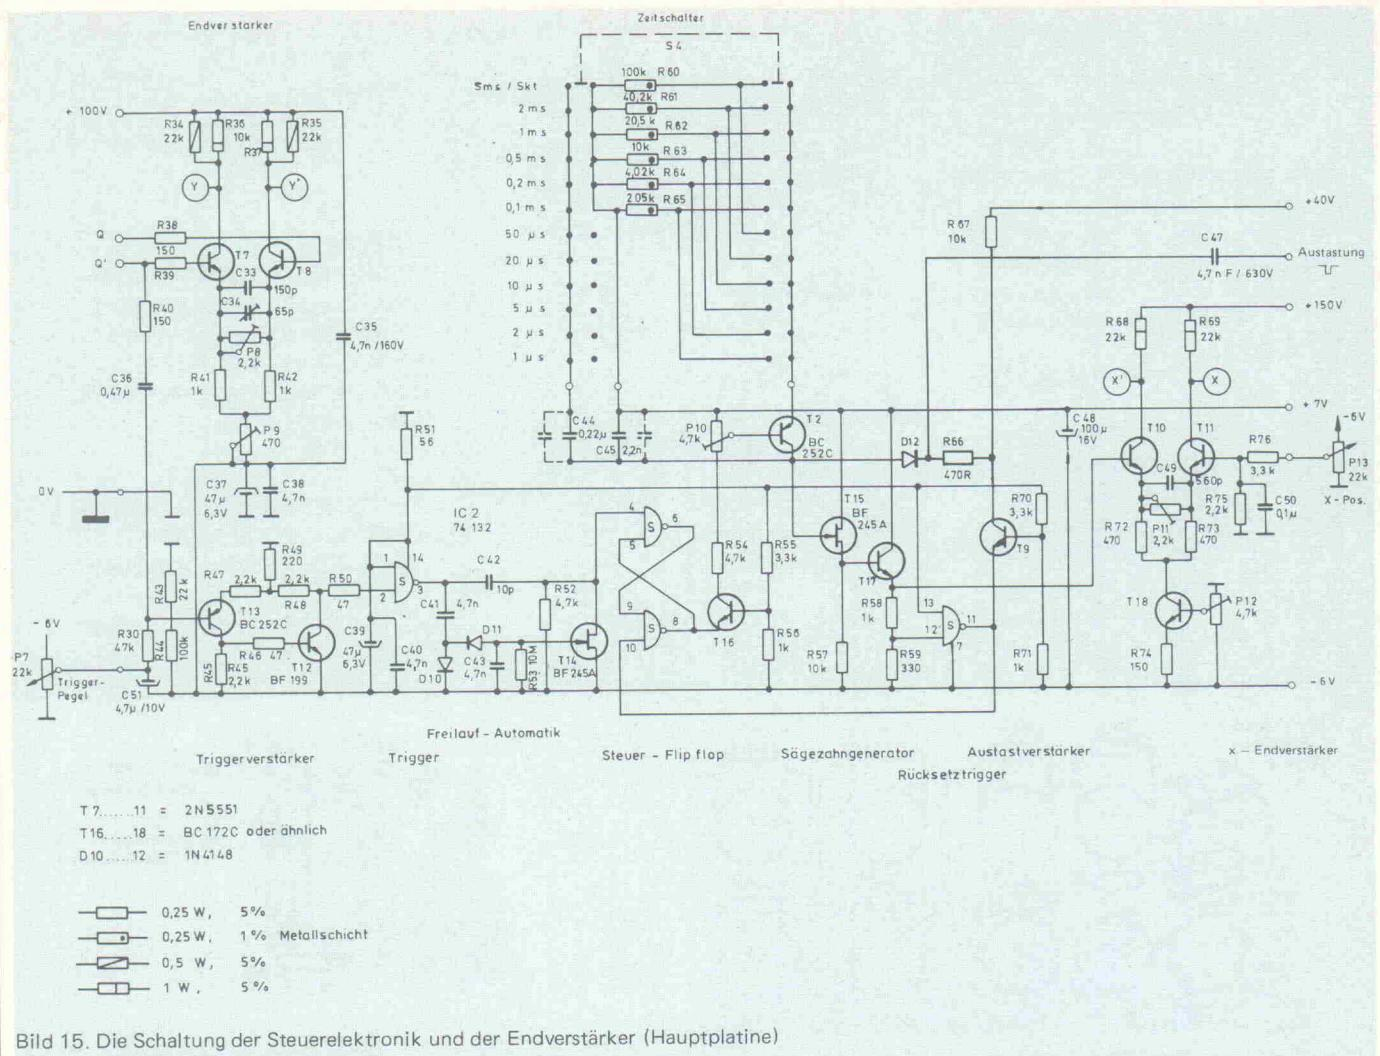

Bild 15. Die Schaltung der Steuerelektronik und der Endverstärker (Hauptplatine)
**Bild 15** zeigt die Schaltung der Hauptplatine. Die beiden Transistoren T7 und T8 links im Bild besorgen die Endverstärkung des vom Vorverstärker gelieferten Signales Q und Q'. Das verstärkte Signal wird den Ablenkplatten Y und Y' der Röhre über kurze Einzellitzen (kleinstmögliche Kapazität!) direkt an den Sockelstiften zugeführt. Der Arbeitspunkt